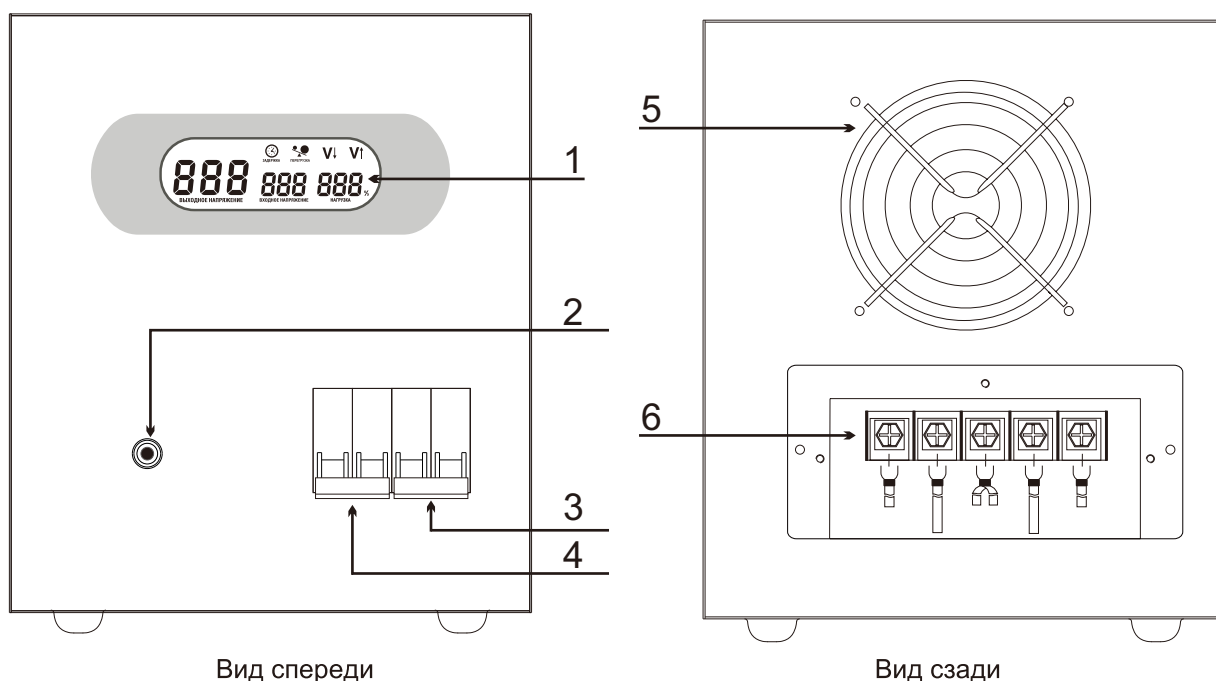

Рисунок 1. Внешний вид стабилизаторов напряжения SMARTWATT AVR STRONG 15000-20000VA. Описание элементов приводится в таблице 1.
2. Переведите выключатель питания (см. Рисунок 1) на стабилизаторе в положение **OFF** (ВЫКЛ).